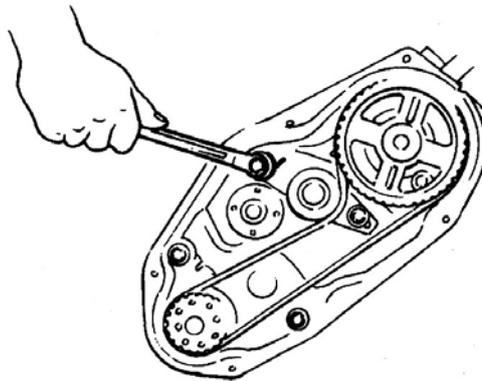

FIG.7-9
- (5) Loosen tensioner screw (FIG.7-9)